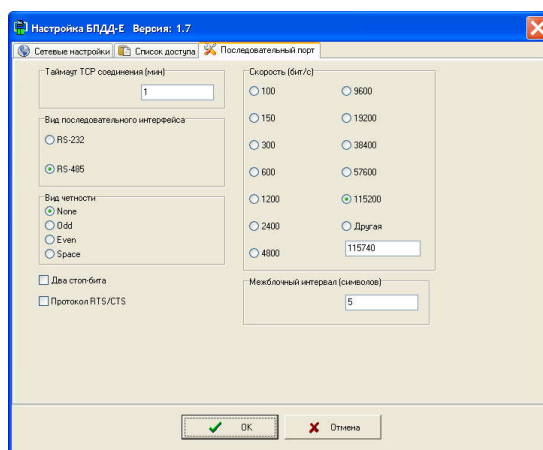
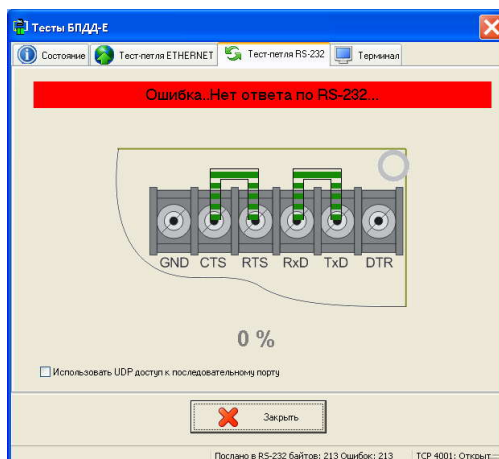
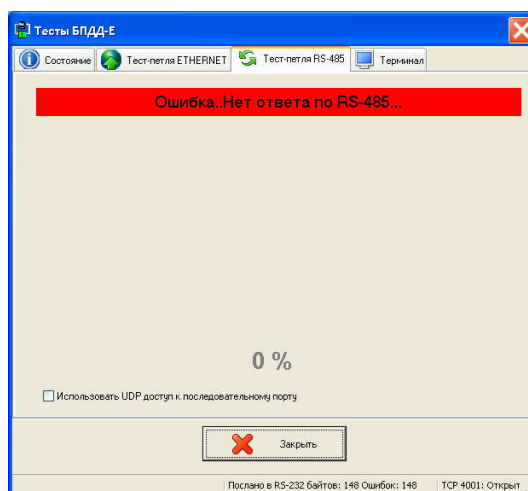

Рисунок 76 – Вкладка “Настройки БПДД-Е”
Рисунок 77 – Вкладка “Тест – петля RS-232”
Рисунок 79 – Вкладка “Тест-петля RS-485”
- 1.14.4. Для проверки интерфейса RS -232 следует убедиться, что интерфейс включен в настройках БПДД-Е. Для этого нужно вернуться к окну **Поиск БПДД-Е** и нажать кнопку **Настройка**. В появившемся окне **Настройка БПДД-Е** перейти на вкладку **Последовательный порт** (рисунок 76). На панели **Вид последовательного интерфейса** отметить пункт **RS -232** и закрыть окно, нажав кнопку **ОК**. Открыть окно **Тесты БПДД-Е** как описано в пункте 1.14 данного раздела и перейти на вкладку **Тест-петля RS-232** (рисунок 77). При замыкании пользователем сигналов RxD и TxD, а так же сигналов CTS и RTS на плате БПДД-Е окно тест петля примет вид представленный на рисунке 78. Качество связи будет отображаться под изображением сигналов. Интерфейс RS -232 признается исправным, если качество связи равно 100 %.
1.14.5. Для проверки интерфейса RS-485 следует убедиться, что интерфейс включен в настройках БПДД-Е. Для этого нужно вернуться к окну **Поиск БПДД-Е** и нажать кнопку **Настройка**. В появившемся окне **Настройка БПДД-Е** перейти на вкладку **Последовательный порт** (рисунок 76). На панели **Вид последовательного интерфейса** отметить пункт **RS -485**, а на панели **Скорость (бит/с)** отметить пункт **115200**, затем закрыть окно, нажав кнопку **ОК**. Открыть окно **Тесты БПДД-Е** как описано в пункте 1.14 данного раздела. Затем перейти на вкладку **Тест-петля RS-485** (рисунок 79). При соединении сигналов А и В БПДД-Е с сигналами тестирующего стенда окно **Тест- петля RS-485** должно принять вид, представленный на рисунке 80. Качество связи отображается по центру вкладки в нижней части экрана. Интерфейс RS-485 БПДД-Е признается исправным в случае, если качество связи равно 100 %.